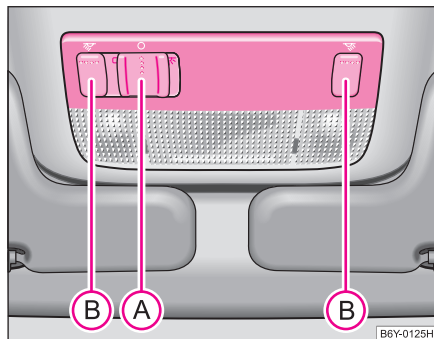

Abb. 37 Ausschnitt aus dem Dachhimmel: Innenbeleuchtung vorn
- Drücken Sie den Schalter (A) nach rechts in die Stellung ⇒ Abb. 37.
- Bei Ausführungen ohne Leselampen drücken Sie den Schalter (A) in die Mittelstellung .
- Drücken Sie auf einen der Schalter (B) ⇒ Abb. 37, um die rechte oder linke Leseleuchte ein- bzw. auszuschalten.